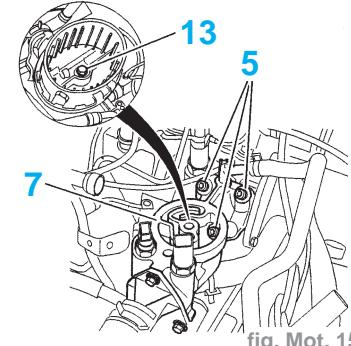

fig. Mot. 150
- Reposer le boîtier de sortie d'eau (7) équipé d'un joint neuf (fig. Mot. 150).